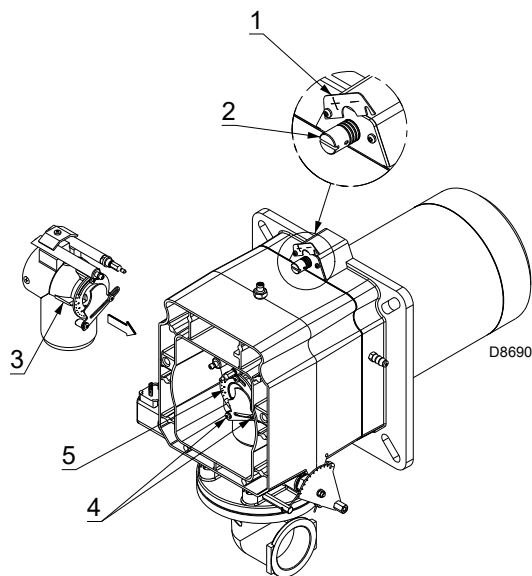

图 16
- 旋转螺丝 2)(图 16) 直至刻槽与法兰前表面 1) 对齐。
为了便于调节,可先拧松螺丝 3)(图 16),设定好后,重新在原位拧紧螺丝。
- 拧松螺丝 4), 旋转环行螺母 5)(图 16), 直至刻槽与指针 3) 对齐;